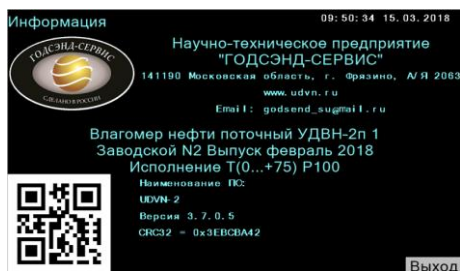

Рисунок 15 – Окно «**Информация**»
9.2.6 В окне «**Информация**» (рис.15) отображаются сведения об изготовителе и о влагомере. Эти сведения заносятся при выпуске влагомера и никаких изменений этого окна в течение всего срока эксплуатации не предусматривается.